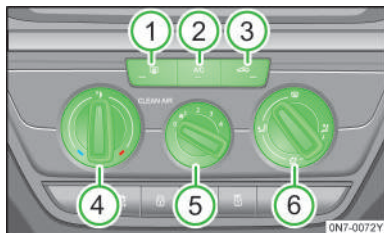

图 101
- 按压空气内/外循环调节按钮[3]»图 101，即可打开空气内循环模式。再次按压»图 101 切换至空气外循环模式。